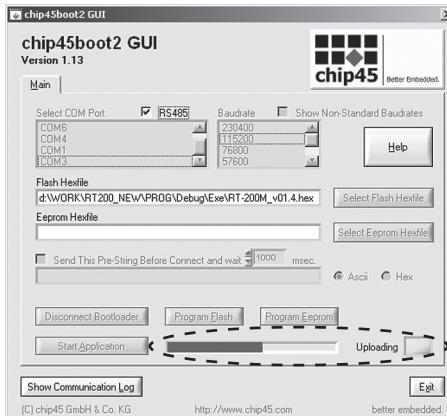

Рис. 27.
10. Контролировать на предмет «Зависания» процесса загрузки пользовательской программы, «Uploading» + «желтый индикатор», Рис. 27;